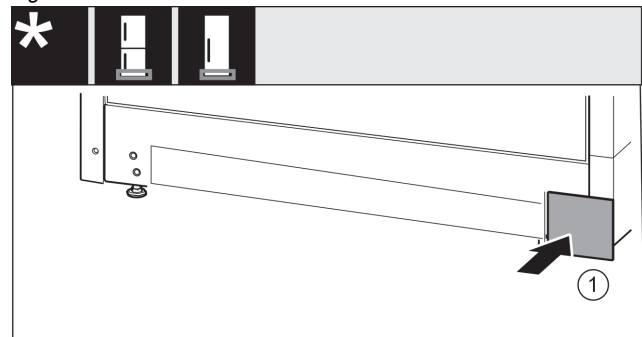

Fig. 16
- ▶ Pange kate teisel küljel taas peale. Fig. 16 (1)